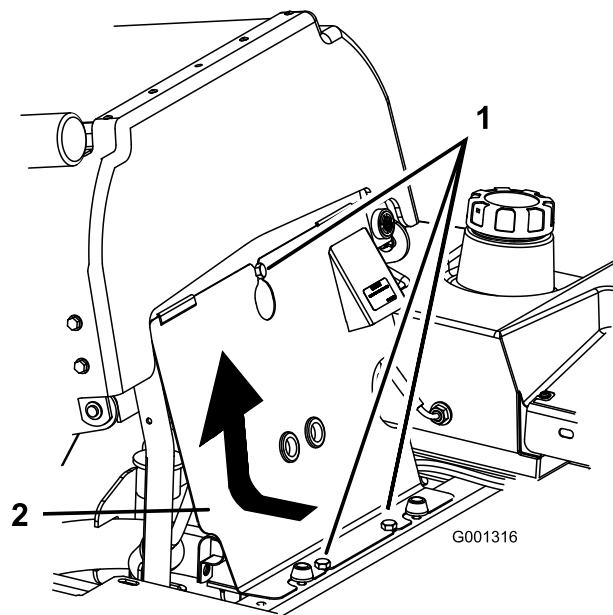

Figura 37
1. Inclinate il sedile in avanti, allentate i bulloni e togliete il pannello anteriore del motore (Figura 37).